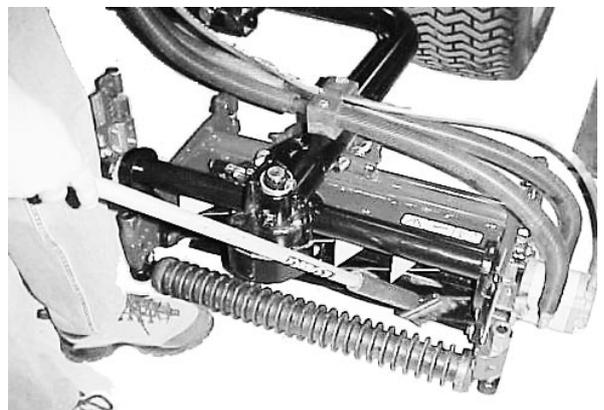

Figure 53
8. Appliquer une couche de produit de rodage à l'aide du long pinceau fourni avec la machine (Fig. 53). Ne jamais utiliser de pinceau court.